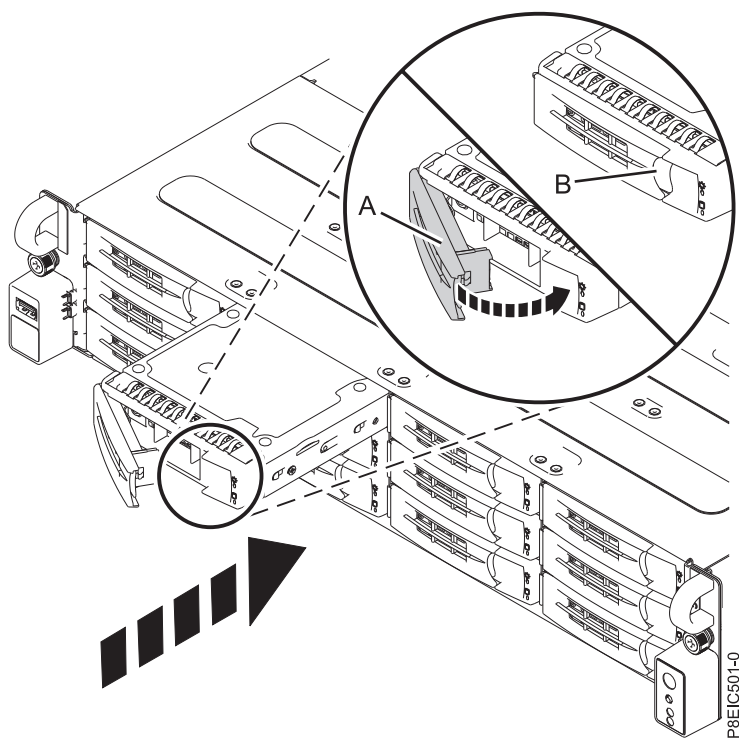

図 61. ドライブ・トレイのハンドルのロック
3. ドライブ・トレイの底面を持って、ドライブ・トレイの位置を合わせます。ドライブ・トレイをスライドさせて、システムの奥まで差し込みます。ドライブ・トレイのハンドル (A) が閉じ始めるまでドライブ・トレイを押し込んでから、ハンドルをロックするまで押し込みます (図 61 を参照)。